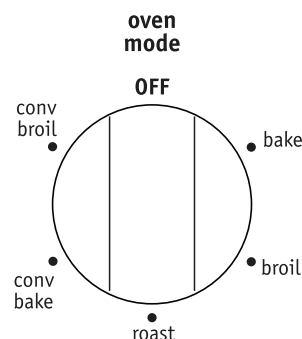

Figure 25: Sélecteur oven mode (mode du four)
3. Réglez le sélecteur **oven mode** (mode du four) sur la position **roast** (rôtissage) (Figure 25).